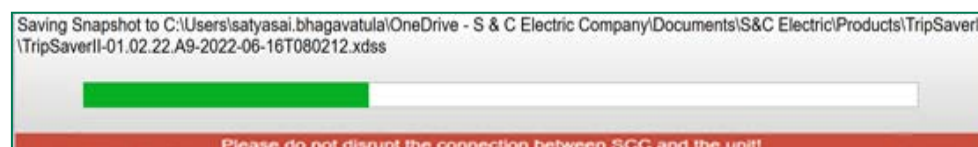

Figura 55. Salvamento de um arquivo snapshot antes da atualização do firmware.
- Um arquivo snapshot é salvo antes da atualização do firmware (Ver Figura 55);